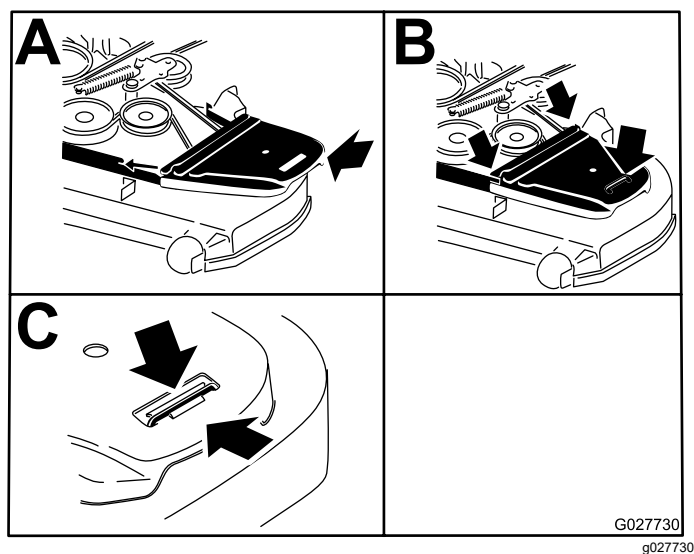

Figure 77
12. Instale las cubiertas de la correa (Figure 77).